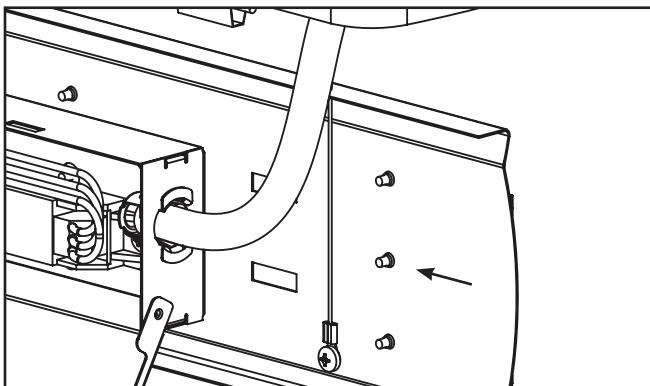

Figura 13.
- Alimente los cables a través del orificio en el gabinete y vuelva a insertar completamente el broche hasta que quede fijamente sujetado. (Figura 13)